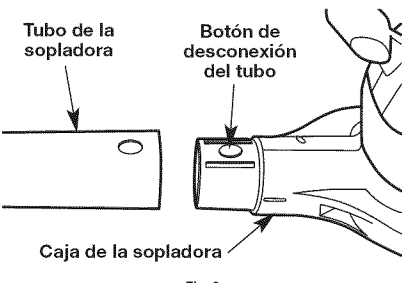

Fig. 3
- Ponga el extremo más ancho del tubo de la sopladora en la abertura del frente de la caja de la sopladora dele vuelta hasta que encaje en su lugar (Fig. 3).